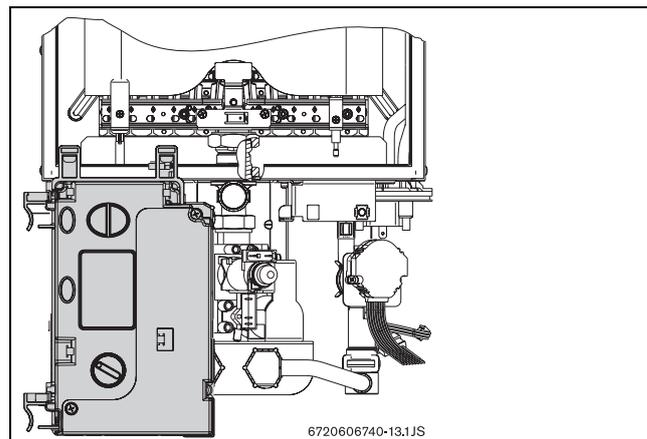

Fig. 17 Posizione d'aggancio del quadro comandi (accesso alle regolazioni gas)
- ▶ Dopo l'estrazione del quadro comandi, agganciarlo come da Fig. 17.